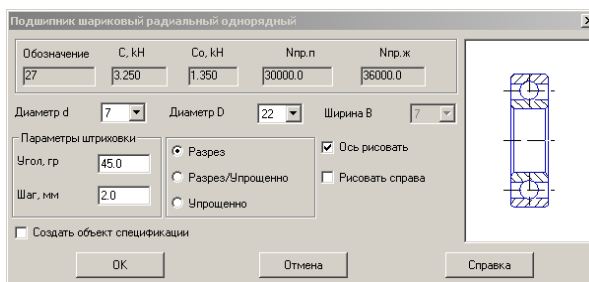

Рисунок 4.3 – Вікно параметрів підшипника
3. Виберіть параметри підшипника по посадковому діаметру вала: внутрішній діаметр d і зовнішній – D . Натисніть **ОК** (рис. 4.3).